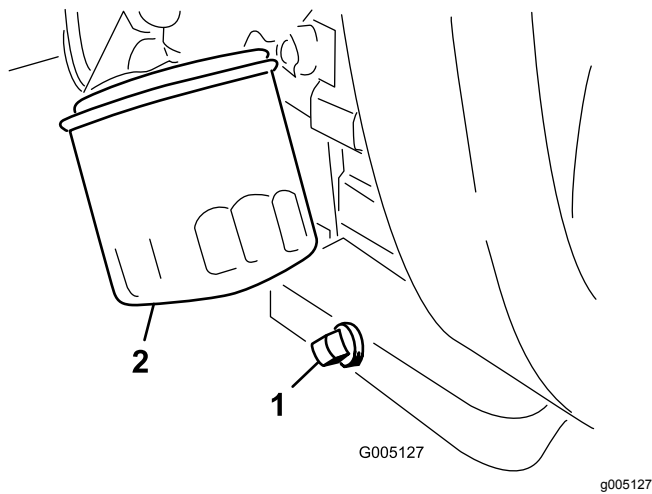

Bild 33
1. Entfernen Sie die Ablassschraube (Bild 33) und lassen Sie das Öl in die Auffangwanne ab.
2. Reinigen Sie das Gewinde der Ölablassschraube, bringen Sie etwas PTFE-Dichtmittel auf und schrauben Sie die Ablassschraube wieder auf (Bild 33).
3. Entfernen Sie den Ölfilter (Bild 33).